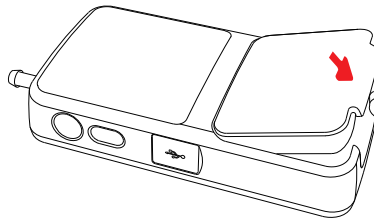

Figure 3-3 Pression sur la batterie
4. Appuyez sur la batterie jusqu'à ce qu'elle soit correctement installée, comme indiqué sur la Figure 3-3.